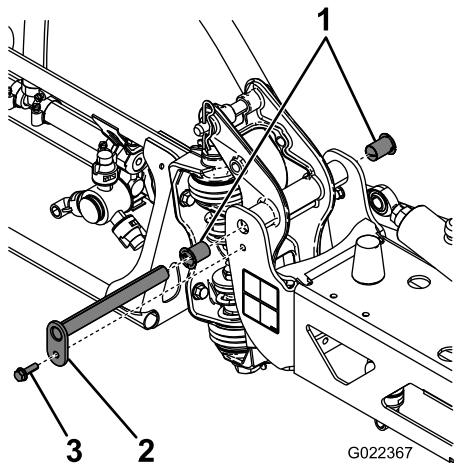

図 107
3. ブームを支えておきながら、ピボットピンをブームアセンブリに固定しているボルトとナットを取り外す 図 107。
6. ナイロンブッシュを取り外し、ピボットブラケットの前面および後面側から見て点検する 図 107。
8. センターフレームにブーム&ピボットブラケットアセンブリを取り付け、開口部を整列させる 図 107。